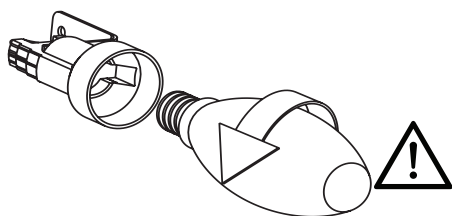

Fig. 11: Reemplazo de la bombilla
- Retire el filtro de cartucho de aluminio. Retire la lámpara defectuosa y reemplácela por una nueva del mismo valor. Fig. 11